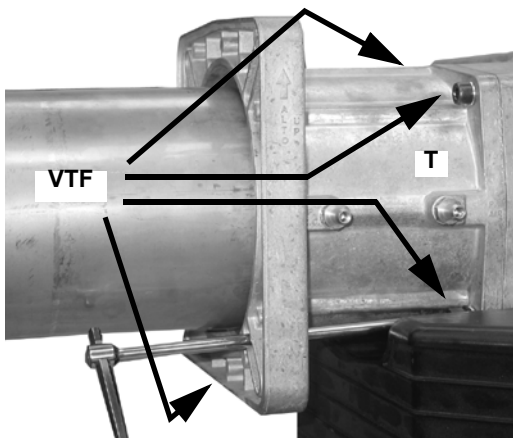

Fig. 2
- 3 Desmontar el botín embrizado **T** extrayendo los 4 tornillos de cabeza hexagonal **VTF** (Fig. 2).